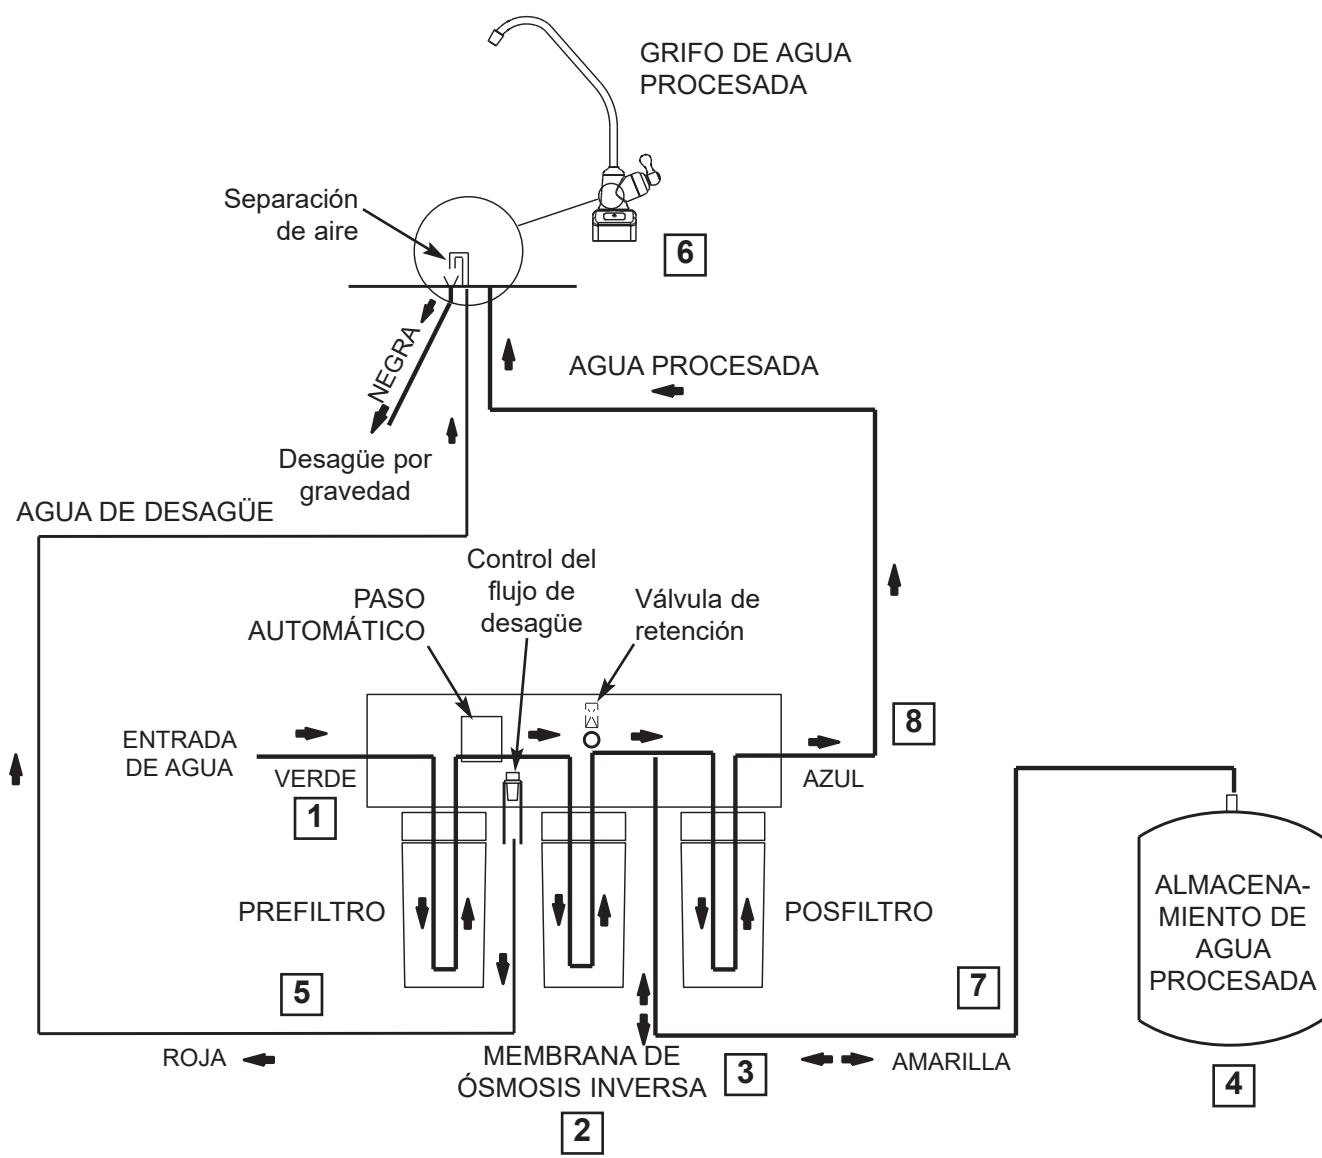

FIG. 25
Prefiltro: El agua de la tubería de suministro frío entra al prefiltro. Vea la Fig. 25. El prefiltro tiene un cartucho de sedimento reemplazable con carbono activado en su composición. Este cartucho reduce el sabor, olor, arena, cieno, tierra, otros sedimentos, y disminuye el cloro hasta la cantidad que aparece en las especificaciones.
Cartucho de ósmosis inversa: El agua filtrada fluye desde el prefiltro al cartucho de membrana de ósmosis inversa. Vea la Fig. 25. El cartucho de ósmosis inversa es una membrana especial con un tejido muy apretado. Dicha membrana reduce los sólidos disueltos y la materia orgánica. El agua de alta calidad procesada (alrededor de una onza [30 ml] por minuto) sale del cartucho de ósmosis inversa. El agua procesada fluye al tanque de almacenamiento, al posfiltro o al grifo de ósmosis inversa. El agua de desagüe, con los sólidos y materia orgánica disueltos, se envía al drenaje.
Tanque de almacenamiento: El tanque de almacenamiento contiene el agua procesada. Vea la Fig. 25. Un diafragma al interior del tanque mantiene el agua presurizada hasta aproximadamente la mitad de la presión del suministro cuando el tanque está lleno. Esto permite un flujo rápido al grifo de ósmosis inversa. Cuando el tanque de agua se ha vaciado, la presión en la válvula de aire es de 5 a 7 psi (34 a 48 kPa).
Posfiltro: El agua pasa por el posfiltro antes de dirigirse al grifo de ósmosis inversa. Vea la Fig. 25. El posfiltro es de carbono activado. Todos los sabores y olores restantes se reducen en el agua procesada. El agua potable limpia y de alta calidad ya se encuentra disponible en el grifo.
Grifo de ósmosis inversa: El grifo del fregadero o encimera tiene una perilla manual para dispensar el agua potable. Vea la Fig. 25. En la conexión de agua de desagüe del grifo hay una separación de aire para cumplir con los códigos de plomería.
Conjunto de paso: La unidad tiene un sistema de paso automático para ahorrar agua. Cuando el tanque de almacenamiento haya colmado su capacidad, y el grifo de agua potable esté cerrado, la presión cierra el paso para detener el flujo hacia el desagüe. Después de haber usado el agua potable suficiente, la presión en el sistema cae, y el paso se abre para permitir que el tanque se vuelva a llenar. Vea la Fig. 25.
Válvula de retención: Hay una válvula de retención situada en el distribuidor de ósmosis inversa, sobre el cartucho central. Esta válvula evita el retroflujo hacia el desagüe del agua procesada que se encuentra en el tanque de almacenamiento. Tal retroflujo podría dañar la membrana de ósmosis inversa. Vea la Fig. 25.
Control de flujo: El flujo de agua al desagüe está restringido por el control de flujo. Mantiene la tasa deseada de flujo para obtener agua potable de la máxima calidad. El control de flujo está situado dentro de la unión de codo en el puerto de desagüe del distribuidor de ósmosis inversa. Vea la Fig. 25.
- El agua ingresa al prefiltro. Se reduce la arena, cieno y demás sedimentos. También se reduce el cloro. Vea la Fig. 25.